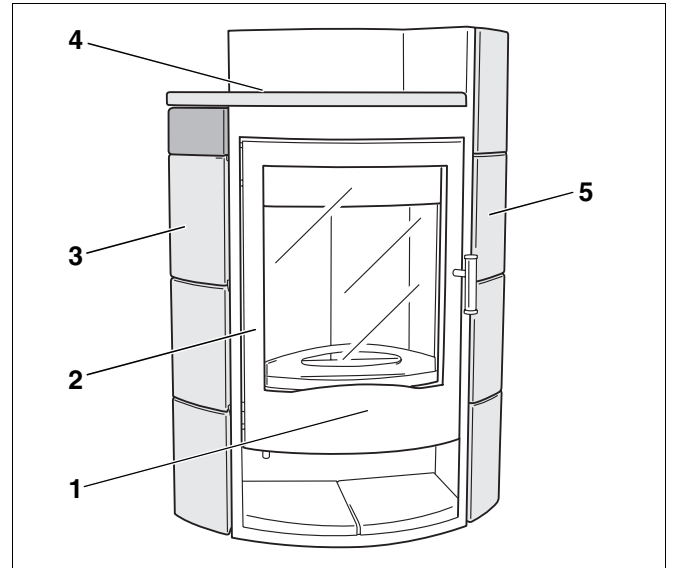

Abb. 2 Kaminofen blueline 6
- Rost (Abb. 2, **Pos. 1**)
- Feuerraumtür (Abb. 2, **Pos. 2**)
- Seitenteile (Abb. 2, **Pos. 3** und **5**)
- Warmhaltefachkachel (Abb. 2, **Pos. 4**)